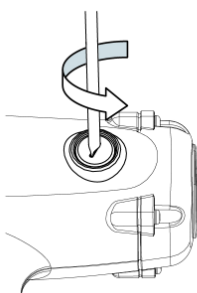

Abb. 3
- Lösen Sie die Karbonbürstenplatte gegen den Uhrzeigersinn mit einem abgeschrägten Bit. (Abb. 3).